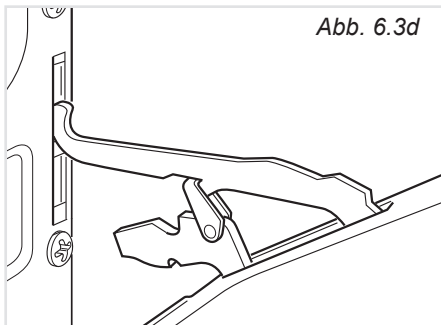

Abb. 6.3d
- Ofentür nach vorne abziehen (Scharniere lösen sich aus den Schlitzen) (abb. 6.3d).